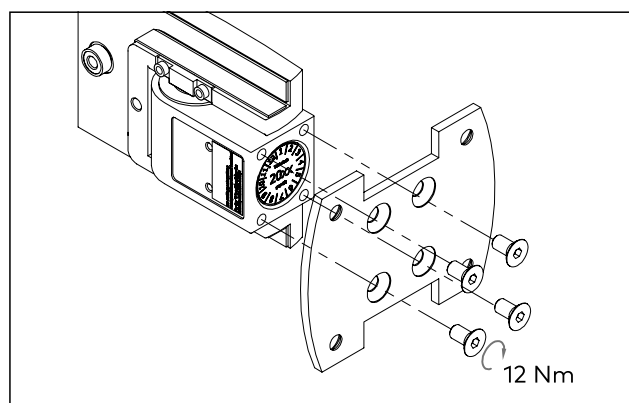

Fig. 16 Fissaggio dei pannelli di montaggio sulla cerniera per porta a vento
1. Fissare la piastra di montaggio con 4 viti svasate (M6 x 12) alla cerniera per porta a vento TENSOR (Fig. 16).